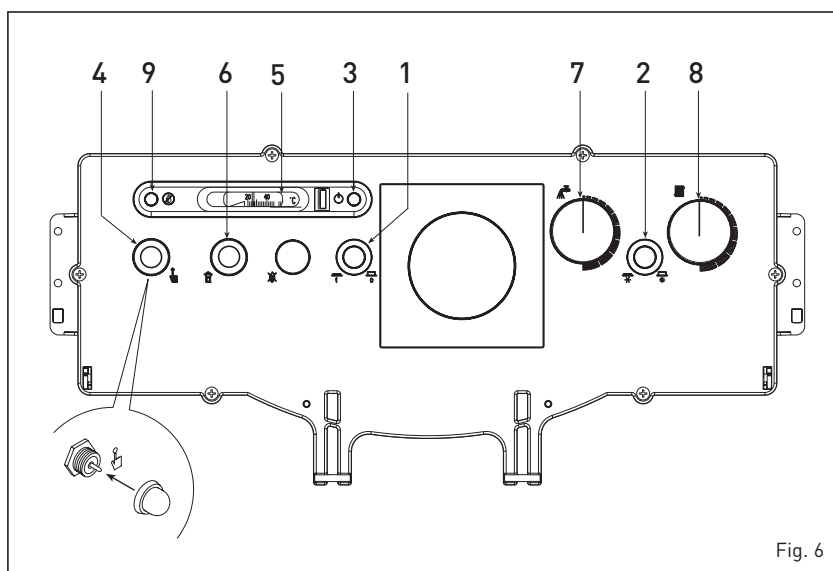

Fig. 6
- para garantir um rendimento ideal da caldeira, evitando possíveis formações de condensação, aconselha-se regular o botão do termostato da caldeira (8) numa temperatura não inferior a 60°C. O valor da temperatura programada é controlado no termómetro (5).
3.2.2 Termostato de segurança (fig. 6)
3.2.1 Acendimento da caldeira (fig. 6)
3.2.3 Enchimento do equipamento (fig. 6)
3.2.4 Desligar a caldeira (fig. 6)